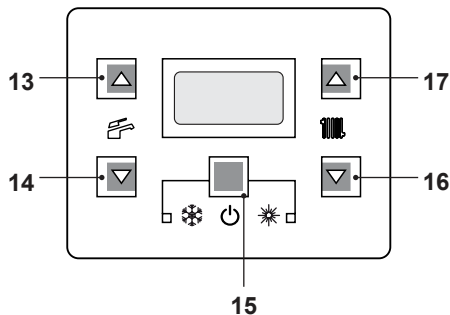
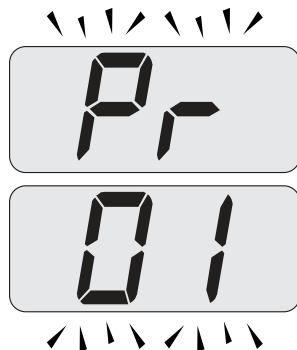
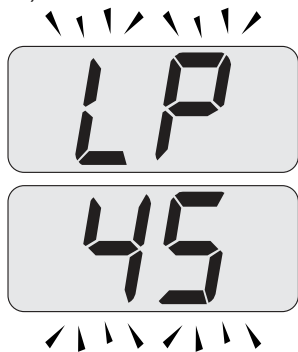
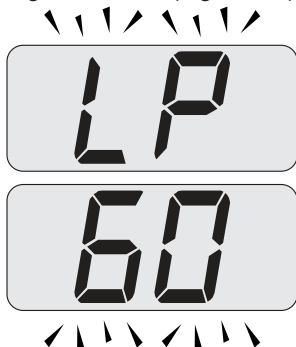

Figura 7.2
Figura 7.3
Figura 7.4
Figura 7.7
- Entre en la "modalidad de programación" pulsando simultáneamente durante 10 segundos los botones 15 - 16 - 17 (Figura 7.2) hasta que aparezcan en el display LCD las letras **Pr** alternadas con el código **01**, indicando que se ha entrado en el "parámetro 01" (Figura 7.3).
- Pulse simultáneamente los botones 16 y 17 (Figura 7.2) hasta que aparezcan en el display LCD las letras **LP** alternadas con el valor de temperatura del agua de calefacción (ej. **45**), indicando que se ha entrado en la activación de la "función deshollinador" a la potencia mínima (Figura 7.4).
- Pulse el botón 16 (Figura 7.2) hasta que aparezcan en el display LCD las letras **LP** alternadas con el valor de temperatura del agua de calefacción (ej. **60**), indicando que se ha entrado en la activación de la "función deshollinador" a la potencia mínima en agua sanitaria (Figura 7.7).
- Apague la caldera manteniendo pulsado durante 2 segundos el botón 15 (Figura 7.2) hasta que aparezca en el display LCD el símbolo  (Figura 7.8).